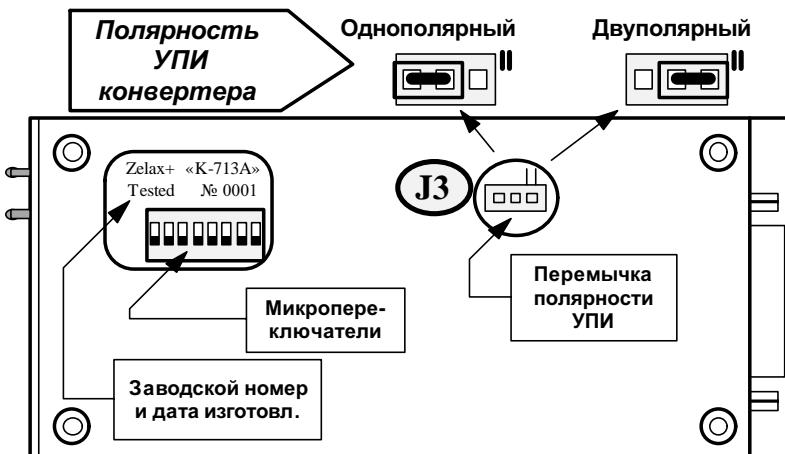
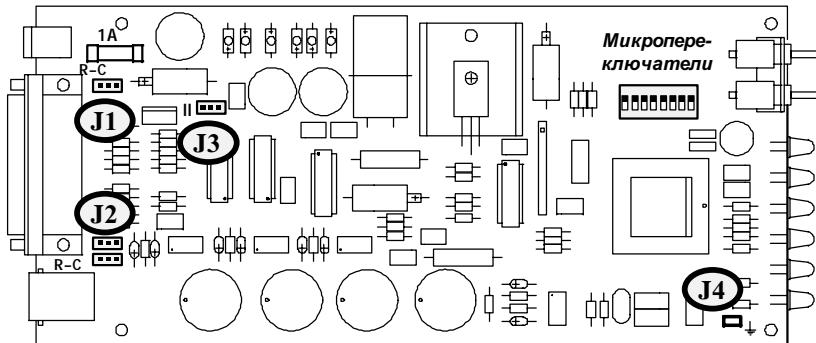

Рисунок 5. Конвертер К-713А. Вид снизу
Рисунок 7. Расположение перемычек на плате
1. Убедиться, что положение перемычки соответствует выбранному типу цифрового интерфейса (см. Рисунок 5 на стр. 15, Таблица 1 на стр. 10).
В дне корпуса конвертера имеются два окна, в одном из которых расположены микропереключатели, предназначенные для установки режима преобразования и этикетка с заводским номером и датой выпуска конвертера, а в другом перемычка полярности УПИ – J3 (см. Рисунок 5). В модели К-713К микропереключатели и перемычка J3 расположены на плате со стороны элементов (см.Рисунок 7).
Расположение перемычек, находящихся на плате конвертера, приведено ниже (см.Рисунок 7).
Перемычка предназначена для выбора типа УПИ – однополярный или двуполярный. Положение перемычки см. Рисунок 5 на стр.15. Заводская установка – однополярный.